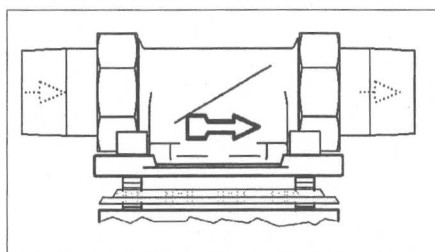

Fig. 1: Bride rotative de montage
- sens d'écoulement (cf. fig. 1)
**Il faut que la bride de montage rotative soit installée dans le sens d'écoulement. Celui-ci est indiqué par une flèche moulée dans le matériau (cf. fig. 1).**